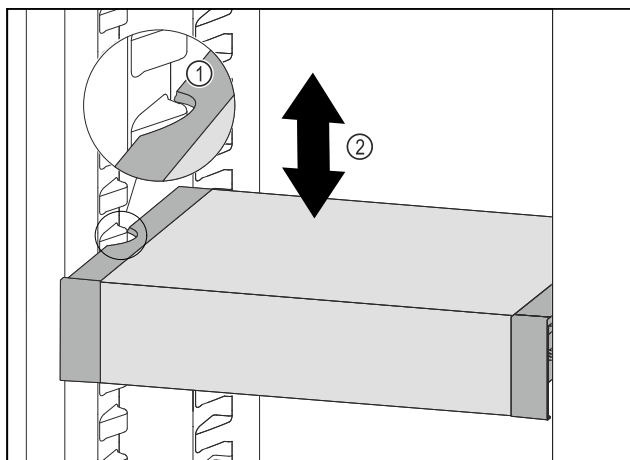

Fig. 80
- ▶ Потягнути VarioSafe вперед, поки бокові заглиблення VarioSafe не опиняться на рівні ребра для резервуара в охолоджувальному відділенні. Fig. 80 (1)
- ▶ Пересувайте VarioSafe вгору або вниз в охолоджувальному відділенні до тих пір, поки не досягнете бажаної висоти. Fig. 80 (2)